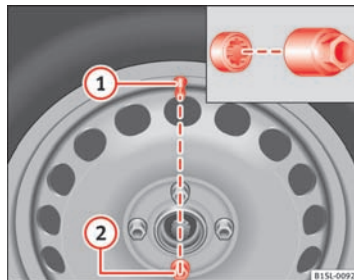

Fig. 137 Hjulskift: dækventil ① og placering af låsebolt ②
På et hjul med hjulkapsel skal låsebolten være skruet i på position ⇒ Fig. 137 . Ellers kan hjulkapslen ikke monteres.
- Sæt adapteren helt ind i låsebolten ⇒ Fig. 137.